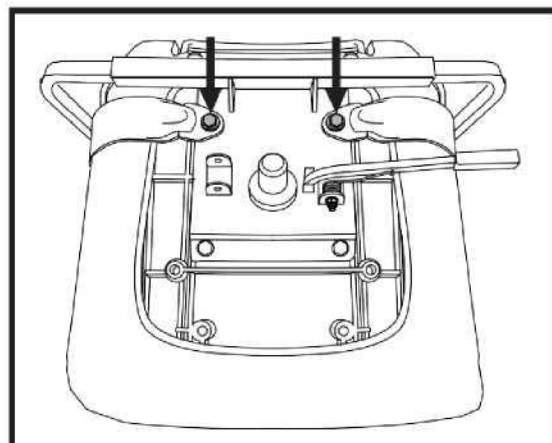

Figura 28. Tornillos del cinturón de posicionamiento
2. Coloque el asiento boca abajo para poder ver la parte de abajo de la base del asiento. **Ver Figura 28.**